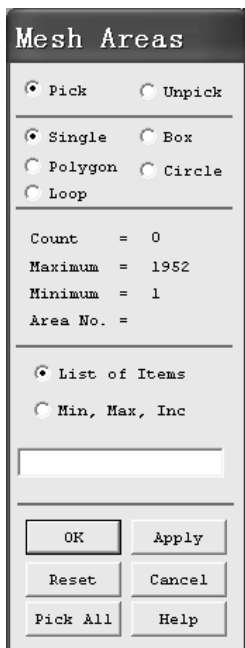
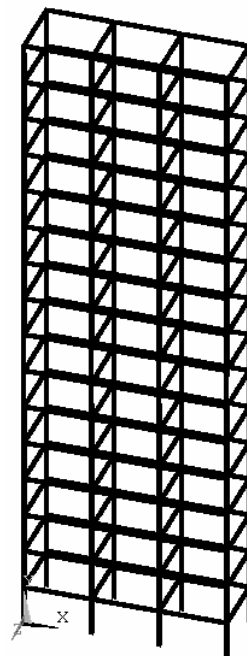

图 10-20 “Mesh Areas” 窗口
图 10-21 模型完成网格划分
(3) 依次选择 Main Menu>Preprocessor>Meshing>MeshTool，弹出“MeshTool”窗口，单击“Mesh”按钮，弹出“Mesh Areas”窗口（见图 10-20），然后单击“Pick All”按钮，单元划分完成（见图 10-21）。这个过程需要好几分钟。耐心等待！